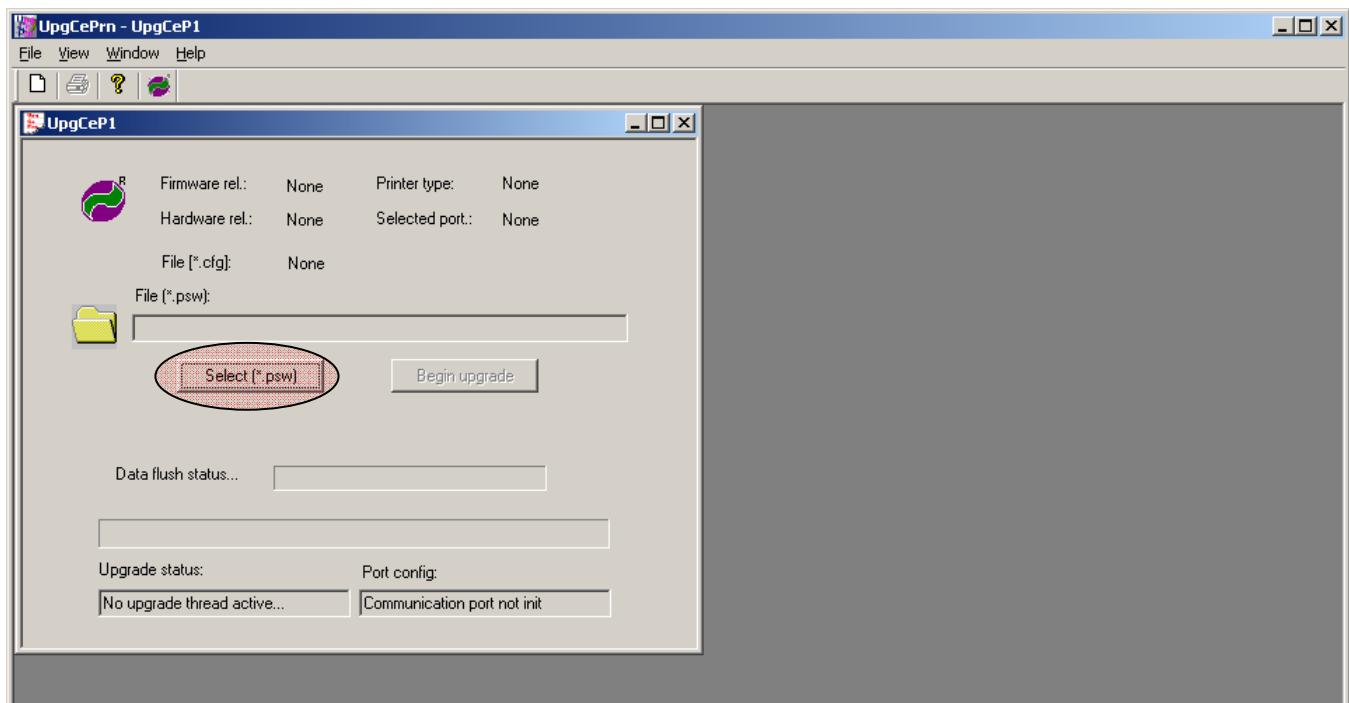

Рисунок 4 – Окно утилиты «UpgCePrn».
2.7. В отобразившемся окне программы нажмите на кнопку «Select (*.psw)» (см. рис. 4).